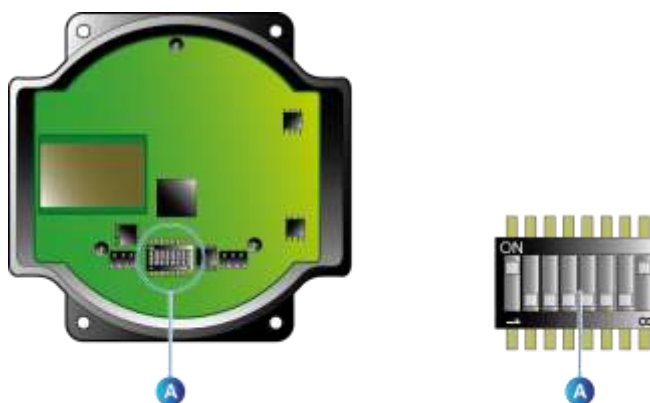

Рис. 49. Регулировка микровыключателей на *Мастер-приемнике*.
- Откройте *Мастер-приемник* и расположите микровыключатели (Рис. 49, поз. А) следующим образом: